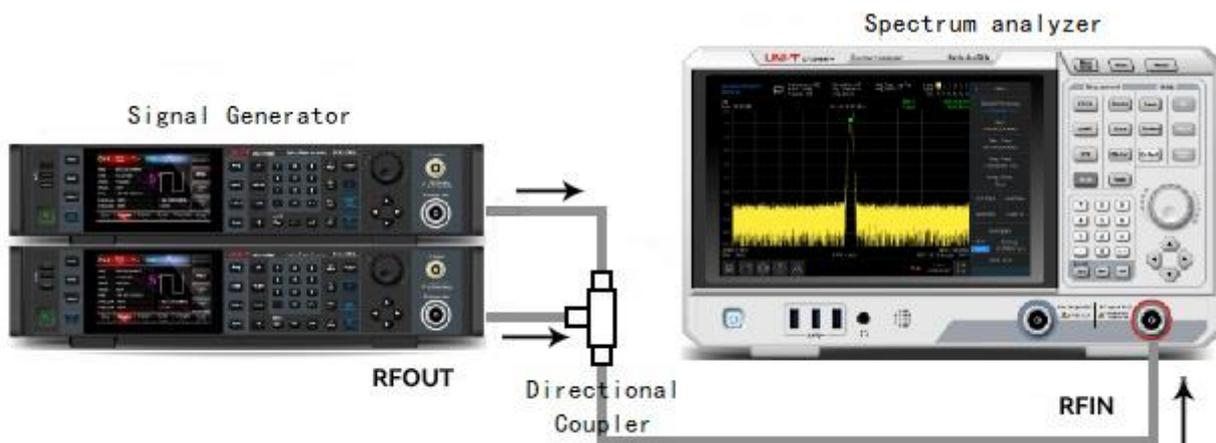

Abbildung 3-4: Geräteeinstellung für die Erfassung von zwei Kanalsignalen
1. Schließen Sie, wie in Abbildung 3-4 gezeigt, zwei Signalquellen über einen Richtkoppler an den RF IN-Anschluss an.
1. Schließen Sie, wie in Abbildung 3-4 gezeigt, zwei Signalquellen an den Eingangsanschluss des Spektrumanalysators an.